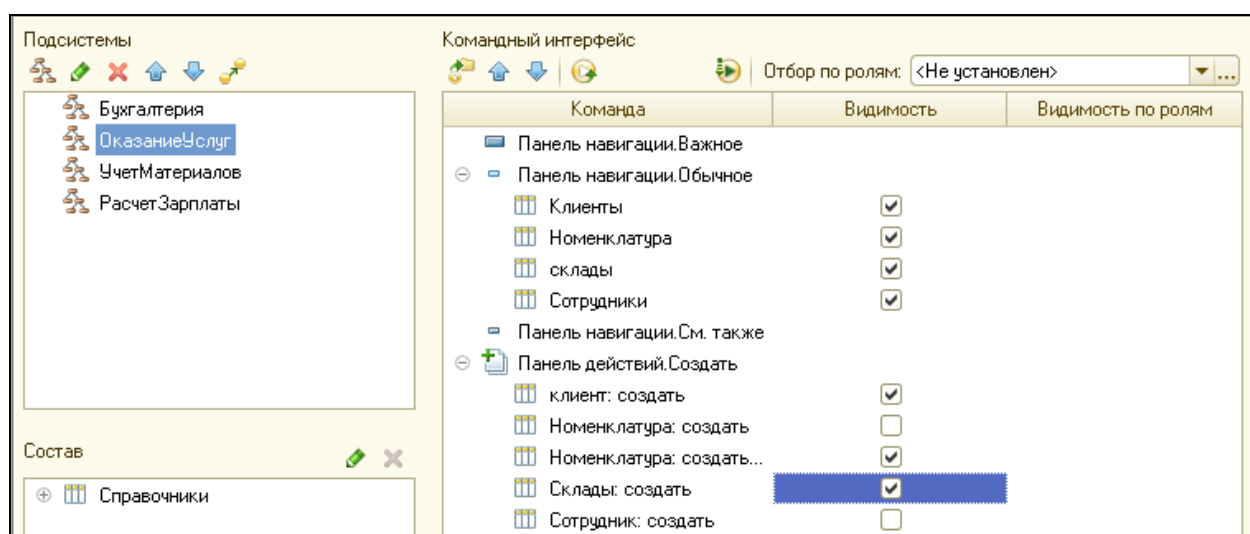

Рисунок 1.18 Установка видимости команды Склад.Создать
33. В списке подсистем выделить подсистему **Учет Материалов** и поставить галочку в поле видимости команды **Склад.Создать** (рис.1.18).